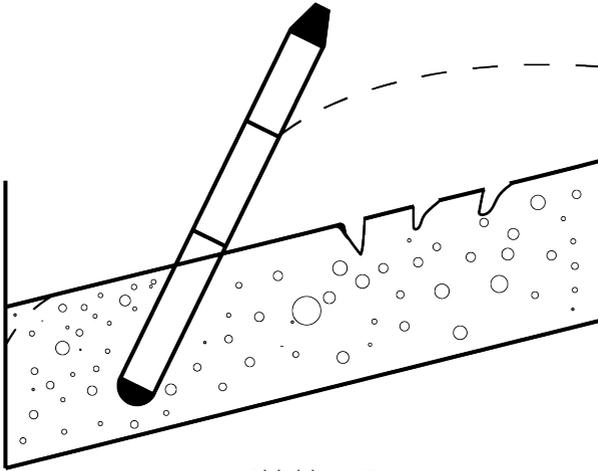

Abbildung 7
- Rütteln von Böschungen bewirkt Entmischung und Risse. (Abb. 7)